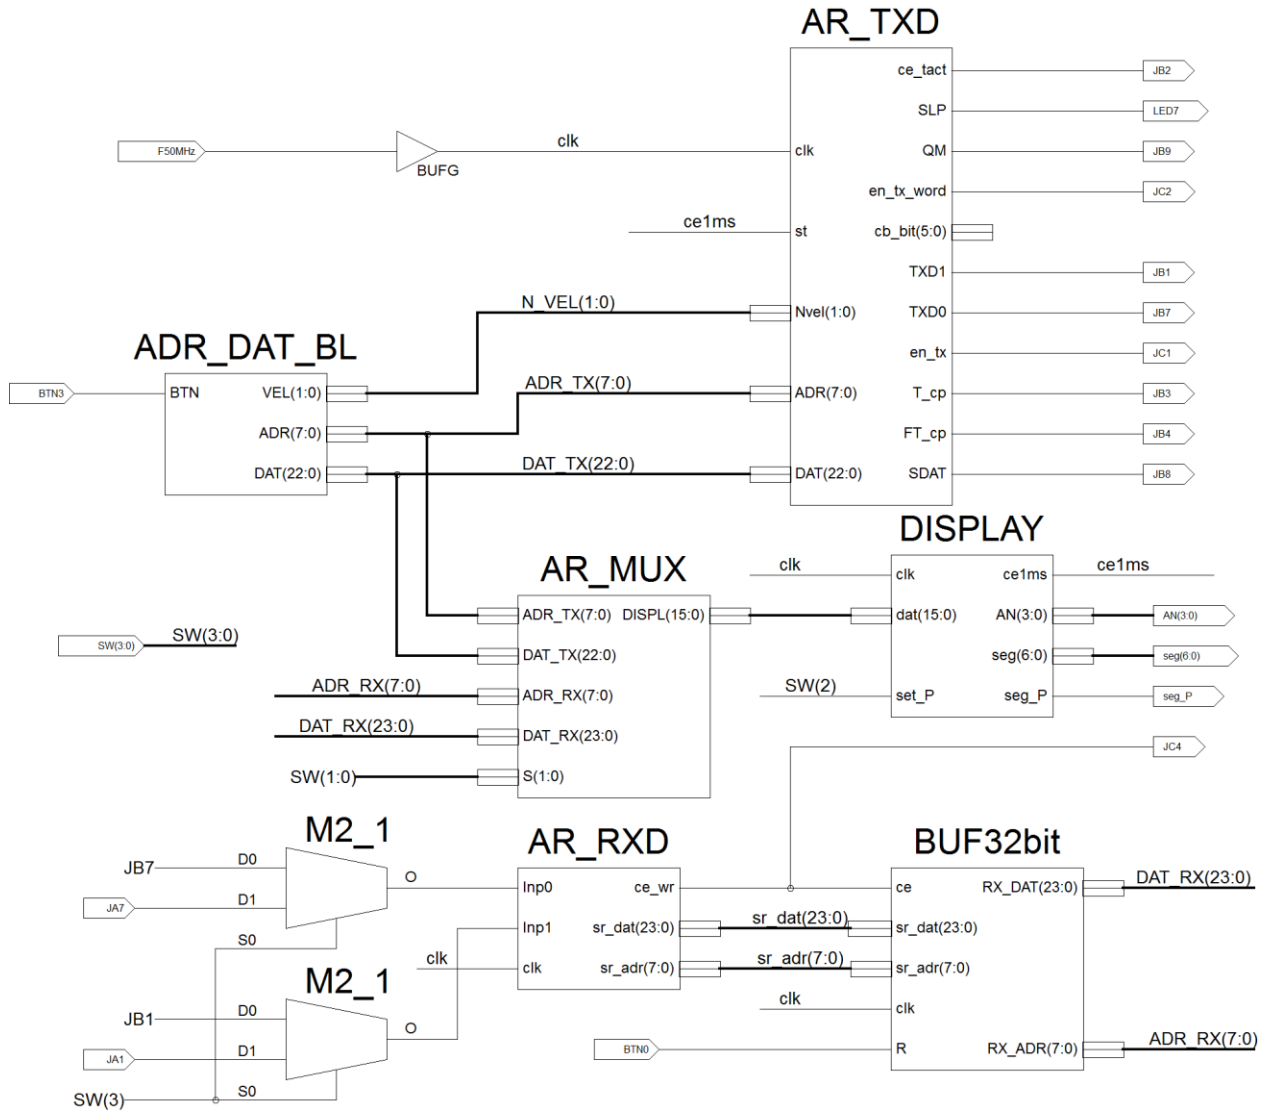

Рис.6 Пример схемы Sch_Lab405AD для сдачи работы
3.1 Составить схему Sch_Lab405AD. Пример такой схемы приведен на рис.6. В состав схемы должны входить: